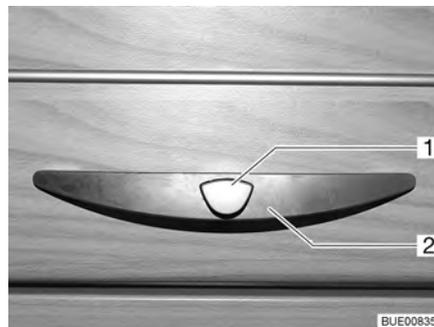

Fig. 41 Trampilla de muebles con botón de presión
- Pulsar la parte interior de la cerradura. El botón de presión salta hacia afuera (Fig. 41).